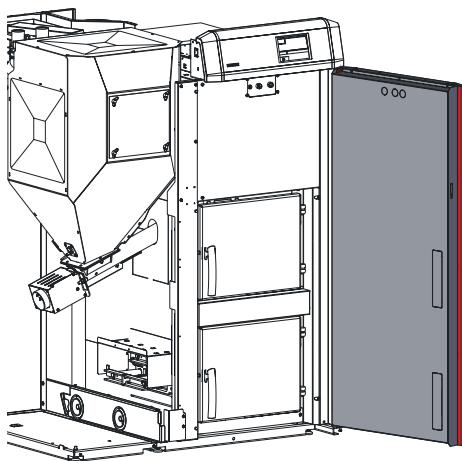

Fig. 76 Agganciare la porta di contenimento in alto e in basso
- ▶ Infilare la porta di contenimento nel cuscinetto della porta in alto e agganciarla in basso – Fig. 76.